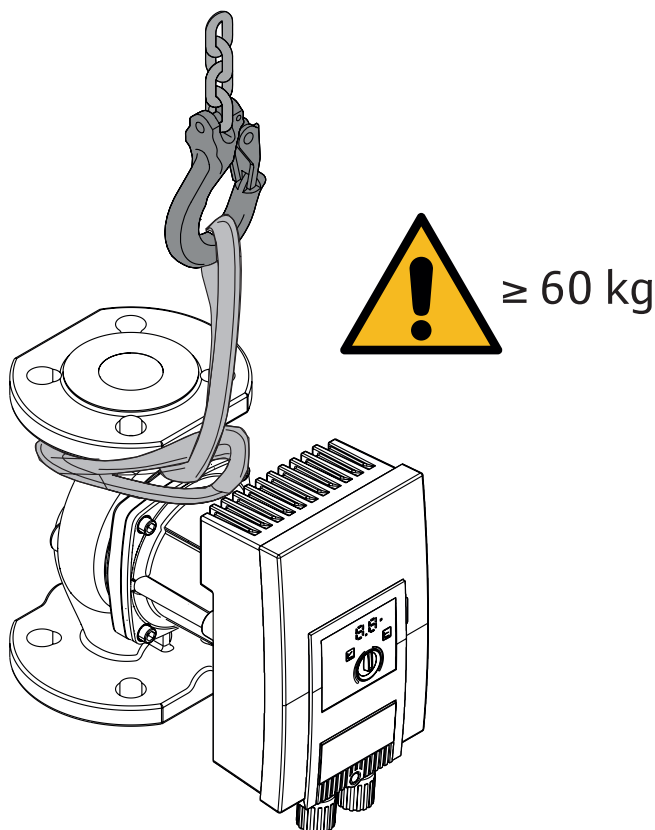

Fig. 3: Szállítás
- Csak a motornál vagy szivattyúháznál fogva hordozzuk → Fig. 3.